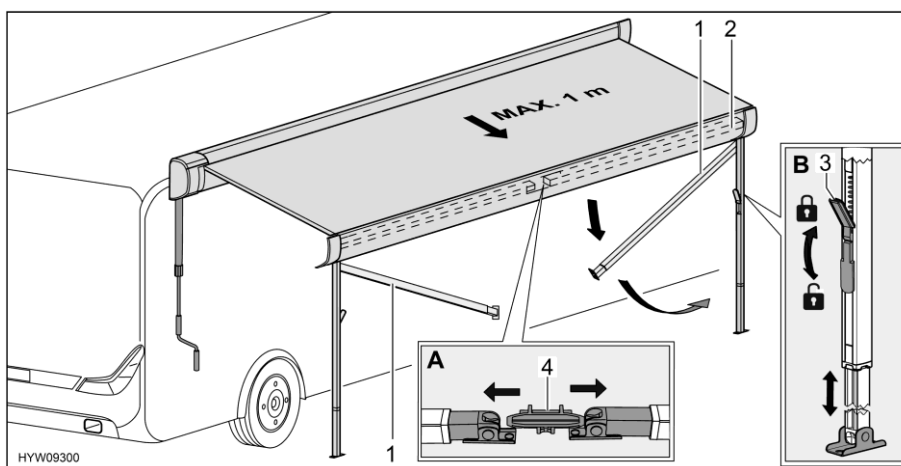

Bild 26 Förbereda stödfötterna
- Lossa stödfötterna (Bild 26,1) ur fästet (Bild 26,4) i frontlisten (Bild 26,2). Tryck stödfötterna lätt utåt (Bild 26,A).
- Lossa stödfötternas lås (Bild 26,3). Fäll ned låsarmen.
- Dra ut stödfötternas nedre del till önskad längd (Bild 26,B).
- Stäng stödfötternas lås (Bild 26,3). Fäll upp låsarmen.